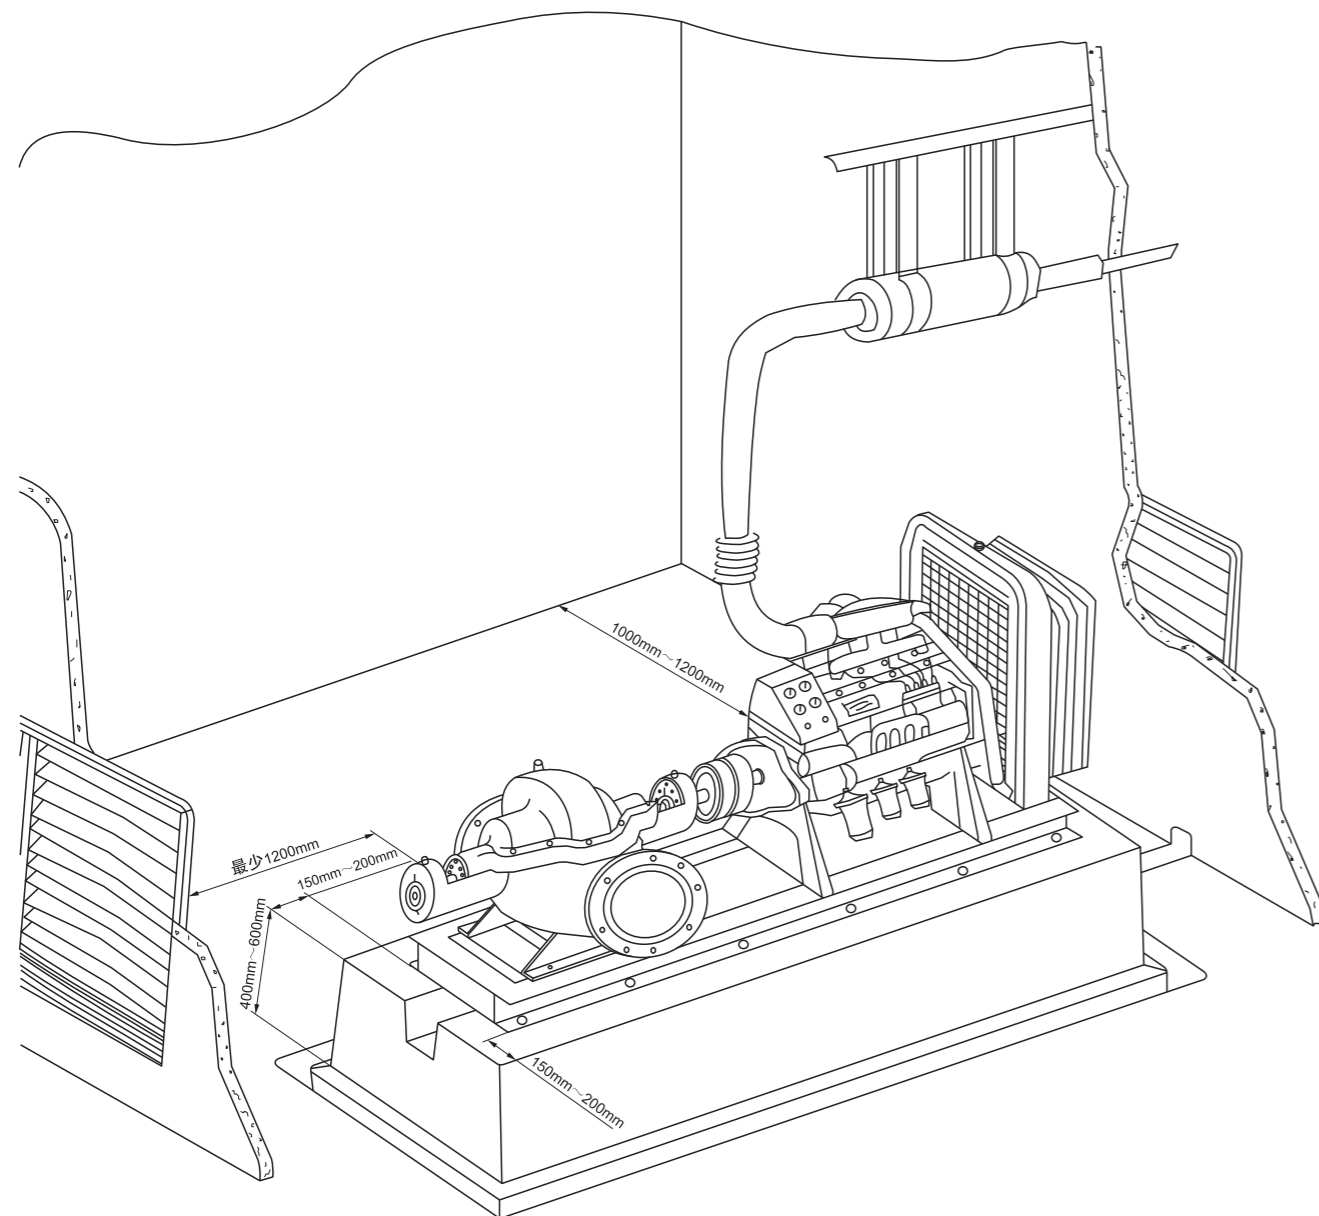

图3
2、机组基础一般采用混凝土结构,其四周尺寸为机组底脚四周边增加150~200mm,深度为400~600mm,基础中间布置凹槽,四周面置沟槽,以便污水油排放(见图3)。机组混泥土地基应坚固平整,机组安放在基础上时,地脚螺栓左右将垫片置于底座与基础之间,垫片必须平整。将水平仪置于泵轴上以校正保证传动轴水平,底座与泵调整好,在地脚螺栓周围浇灌水泥,水泥硬化后将地脚螺栓均匀拧紧,然后将底座浇上水泥,以确保机组稳固。最后校正消防泵与柴油机之间传动轴的同轴度,两轴联轴器外圆必须成直线且之间间歇均匀相等。